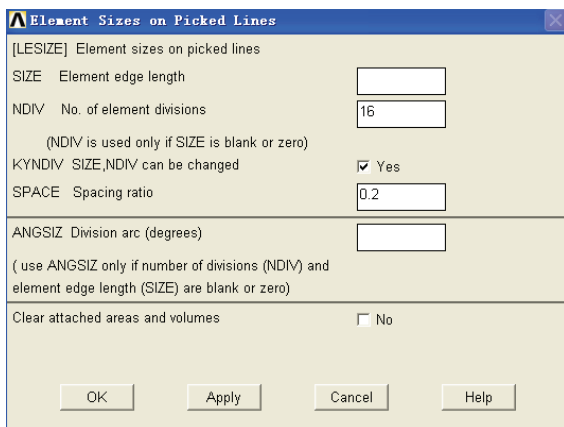

图 5-258 单元尺寸设置对话框
5) 选择 Main Menu | Preprocessor | Meshing | Size Cntrls | ManuaSize | Lines | Picked Lines 命令, 出现 Element Size on 拾取菜单, 在输入栏中输入 1, 8, 单击 OK 按钮, 出现 Element Sizes on Picked Lines 对话框, 在 NDIV No. of element divisions 输入栏中输入 16, 在 SPACE Spacing ratio 输入栏中输入 0.2, 如图 5-258 所示, 单击 OK 按钮关闭该对话框。